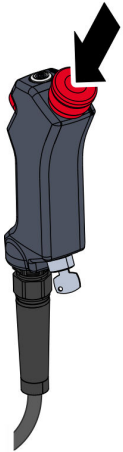

Abb. 92 Not-Halt-Taster betätigen
01. Bei Störungen, die eine unmittelbare Gefahr für Personen oder Sachwerte darstellen, sofort Not-Halt einleiten Abb. 92.